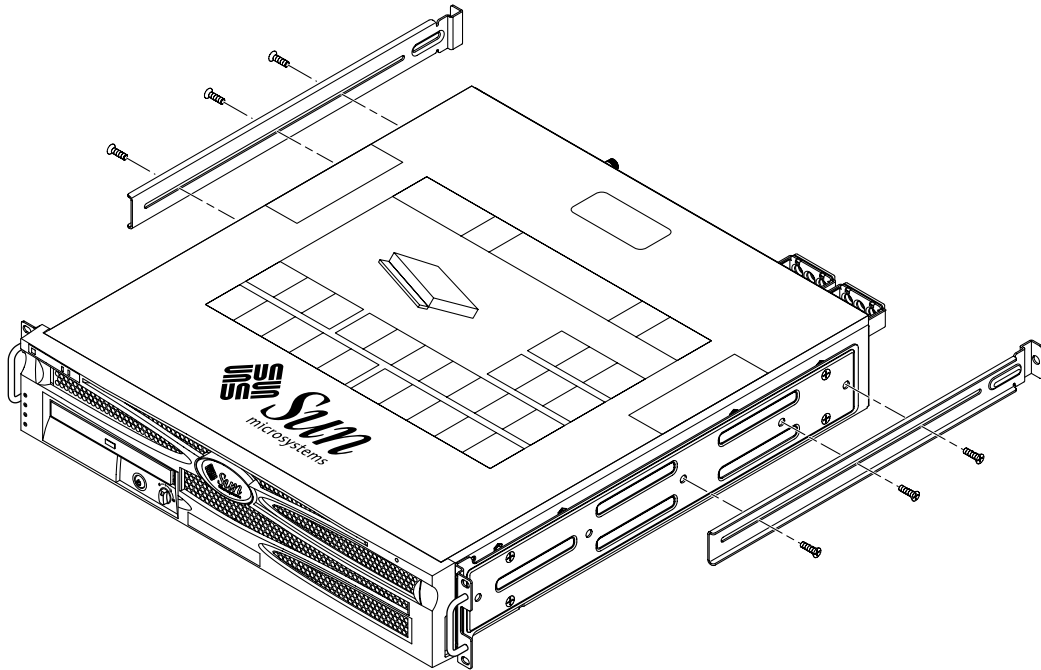

BILD 3-3 Skruva fast de bakre monteringsskenorna
5. Installera de bakre monteringsskenorna, dra ut monteringsskenorna till rackets uppmätta djup (BILD 3-3).